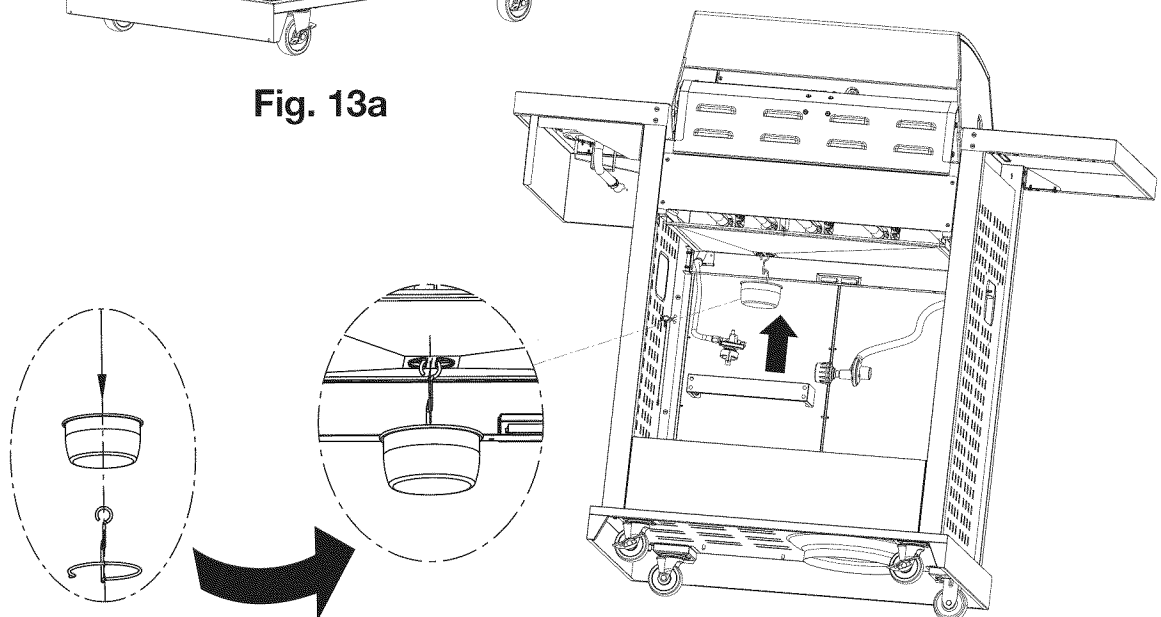

Fig. 13b
2. Coloque el recipiente para grasa dentro del gancho del recipiente para grasa y cuélguelo desde la parte inferior de la cámara de combustión como se indica en la **Fig. 13b**.